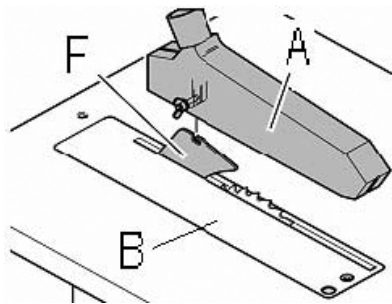

Fig. 16
Sagbeskyttelseshetten må alltid være montert. Fest sagbeskyttelseshetten (A, fig 16) til spaltekilens (F) ved hjelp av 1 portbånd-skrue, 1 skive og 1 vingemutter.